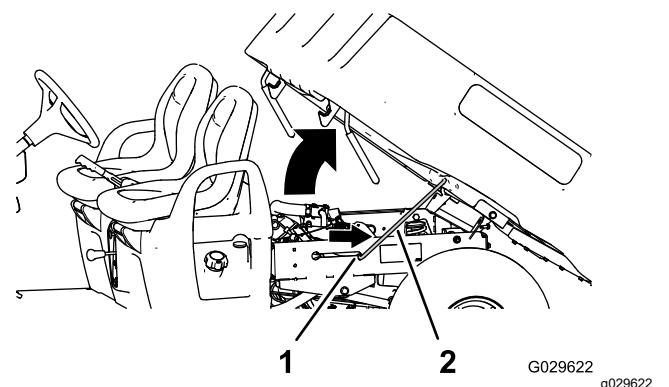

Figura 15
2. Tire de la varilla de sujeción hasta que entre en la muesca de retención para sujetar la plataforma (Figura 15).
2. Extraiga la varilla de sujeción de la ranura de retención (Figura 15).
- Baje la plataforma hasta que se enganche firmemente en su sitio (Figura 15).